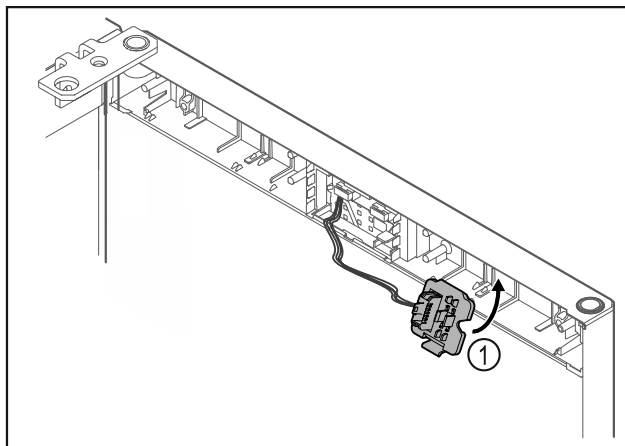

Fig. 19
- ▶ Установите винты и зафиксируйте держатель штекера Fig. 19 (1) на противоположной стороне.